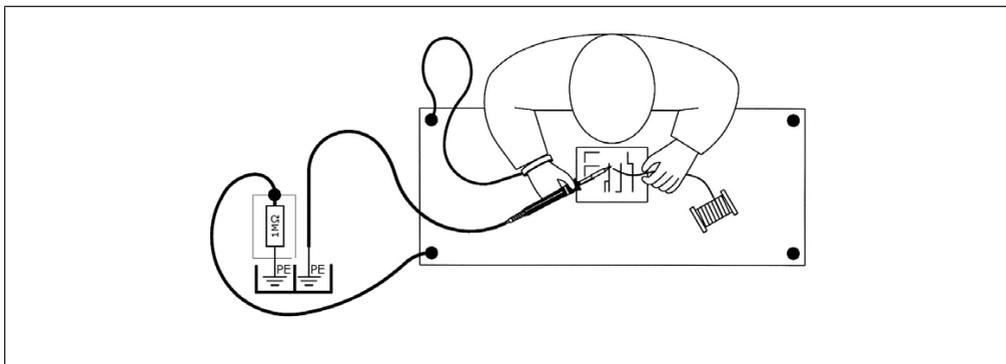

Abb. 1: Korrekter Anschluss: Lötkolben mit Schutzklasse I (Schutzleiter) und ESD-Erdungsstecker in derselben Steckdosenleiste
Die leitfähige ESD-Arbeitsunterlage wird über einen ESD-Erdungsstecker (mit eingebautem 1 MOhm-Sicherheitswiderstand) an einen Schutzleiterkontakt (PE) derselben Steckdosenleiste angeschlossen, an der auch der Schutzleiter (PE) der i-CON TRACE® angeschlossen ist (siehe Abb. 1).